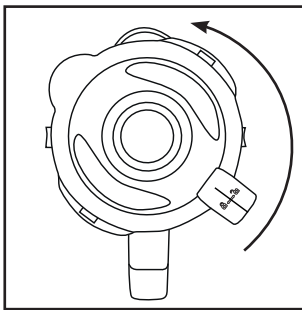

Abb.1
- 2) Entfernen Sie den Deckel **2**, indem Sie ihn so weit gegen den Uhrzeigersinn Richtung Position **1** drehen (siehe Abb. 1), bis Sie ihn nach oben abziehen können.